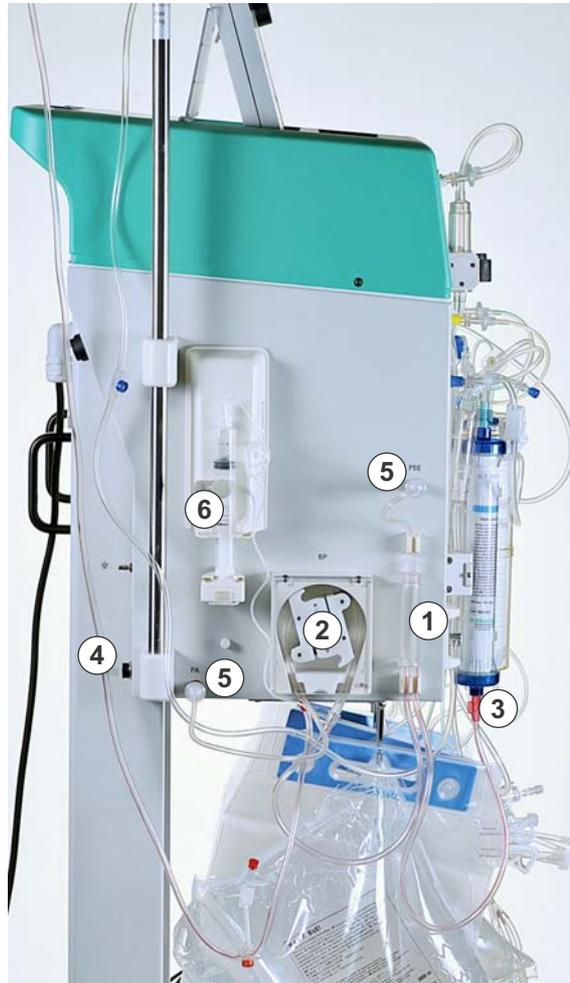

Fig. 4-12 Collegamento delle linee buffer e ultrafiltrato
14. Collegare la linea buffer alla sacca di soluzione fisiologica pronta sulla bilancia (Fig. 4-12 ).